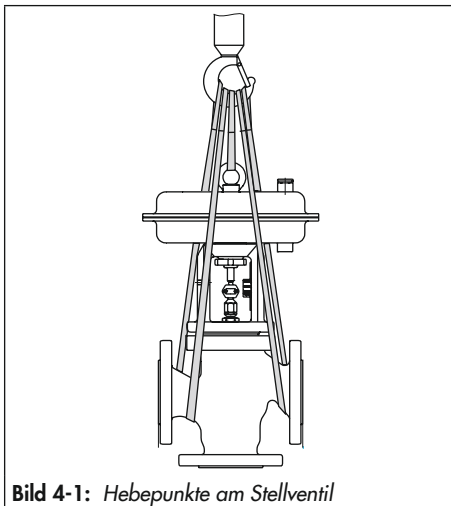

Bild 4-1: Hebepunkte am Stellventil
- Als Tragmittel einen Haken mit Sicherheitsverschluss verwenden (vgl. Bild 4-1), damit die Anschlagmittel beim Heben und Transportieren nicht vom Haken rutschen können.
1. Je eine Hebeschlinge an den Flanschen des Gehäuses und am Tragmittel (z. B. Haken) des Krans oder Gabelstaplers anschlagen, vgl. Bild 4-1.